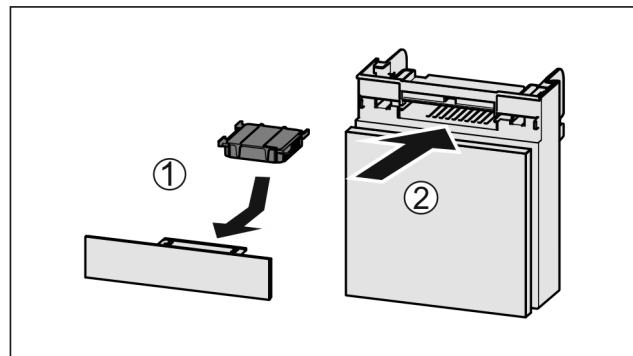

Fig. 77
- ▶ Установите фильтр с активированным углем, как показано на рисунке Fig. 77 (1).
- ▶ Вставьте отделение Fig. 77 (2).